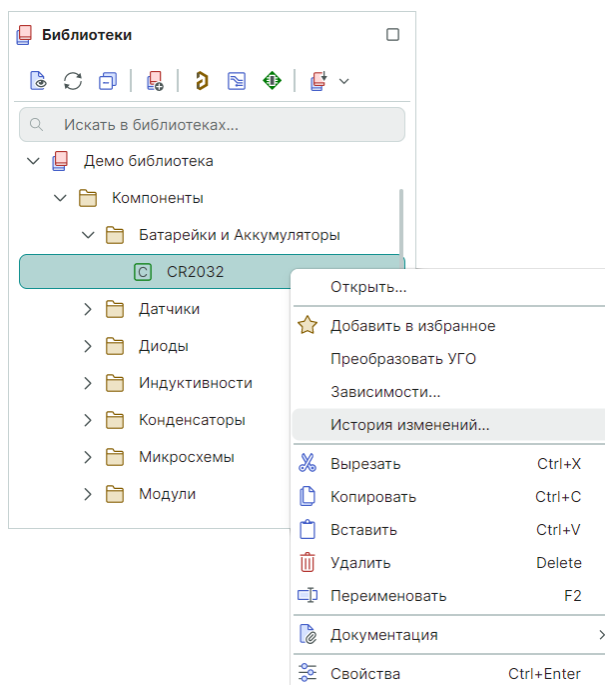

Рис. 323 Переход к истории изменений компонента из контекстного меню
- в функциональной панели «Библиотеки» из контекстного меню компонента выбрать пункт «История изменений...», см. Рис. 323.